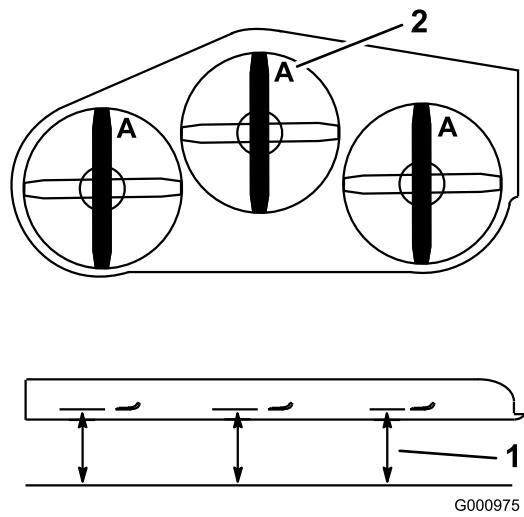
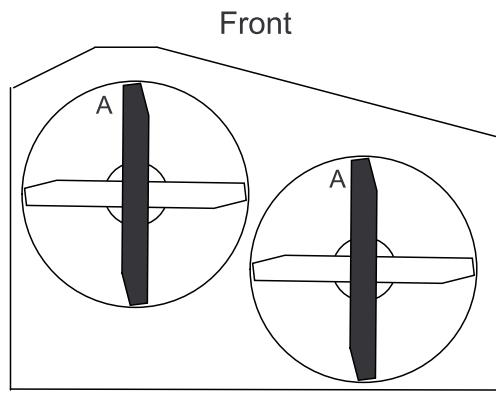

Figure 63
Figure 64
- Tournez les lames dans le sens longitudinal. Mesurez la distance entre la surface plane et le tranchant (position A) des lames (Figure 63). Notez cette valeur. Pour les tabliers de coupe de 36 pouces, reportez-vous à la Figure 64.